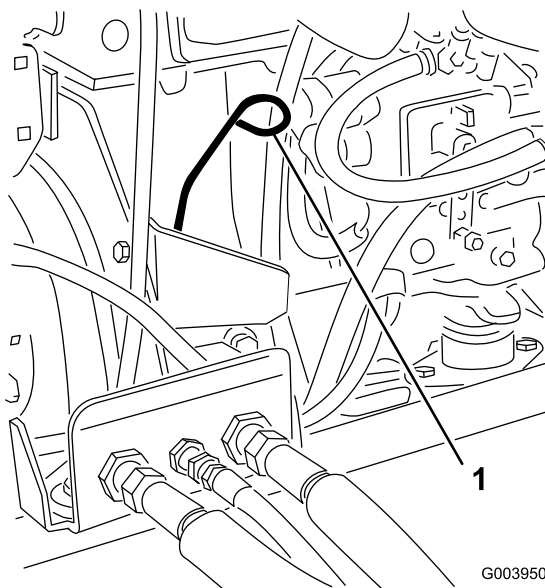

Figura 29
3. Retire a vareta, limpe-a e volte a colocá-la (Figura 29).